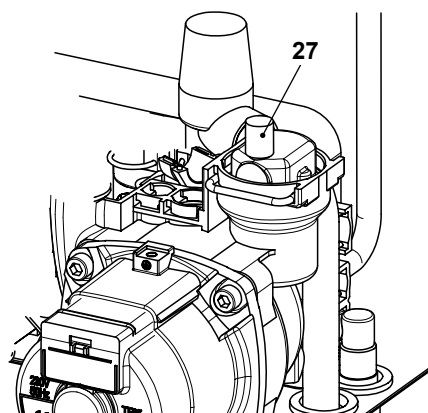

Figura 9.7
- Para facilitar el vaciado, levante el tapón 27 de la válvula de purga automática indicado en la Figura 9.7